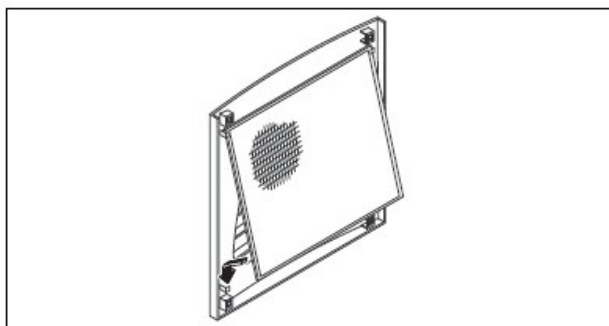

图30： 安装过滤垫
- 如图30所示将过滤垫插入百叶窗格中，再将其推回到外壳上。